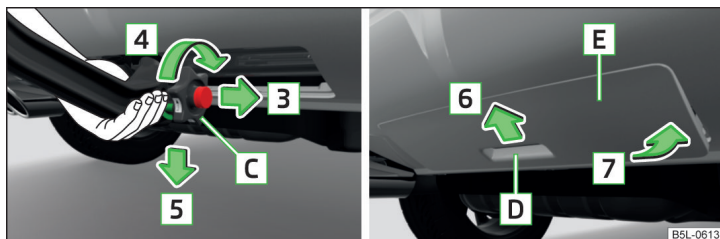

Fig. 150 Soltar la barra de cabeza esférica / colocar la caperuza cobertera del parachoques trasero
- Agarre **por abajo** la barra de cabeza esférica y, con la otra mano, tire del volante **[C]** en el sentido de la flecha **[3]** » fig. 150.
- Agarre la caperuza cobertera del parachoques trasero **[E]** » fig. 150 por el asidero **[D]** y colóquela en el sentido de la flecha **[6]** por los ganchitos situados debajo del borde superior del parachoques.